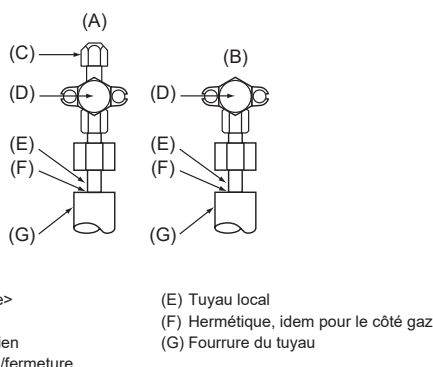

Fig. 4-4
4.4. Test d'étanchéité des tuyaux de réfrigérant (Fig. 4-4)
- Vérifier que les vannes (A) et (B) sont fermées et ne pas les ouvrir.
- Ajouter de la pression dans les tuyaux de réfrigérant par l'orifice de service (C) de la vanne de liquide (A).
- Si la pression diminue à l'étape (2) ou (3), il y a une fuite de gaz. Rechercher l'origine de la fuite de gaz.